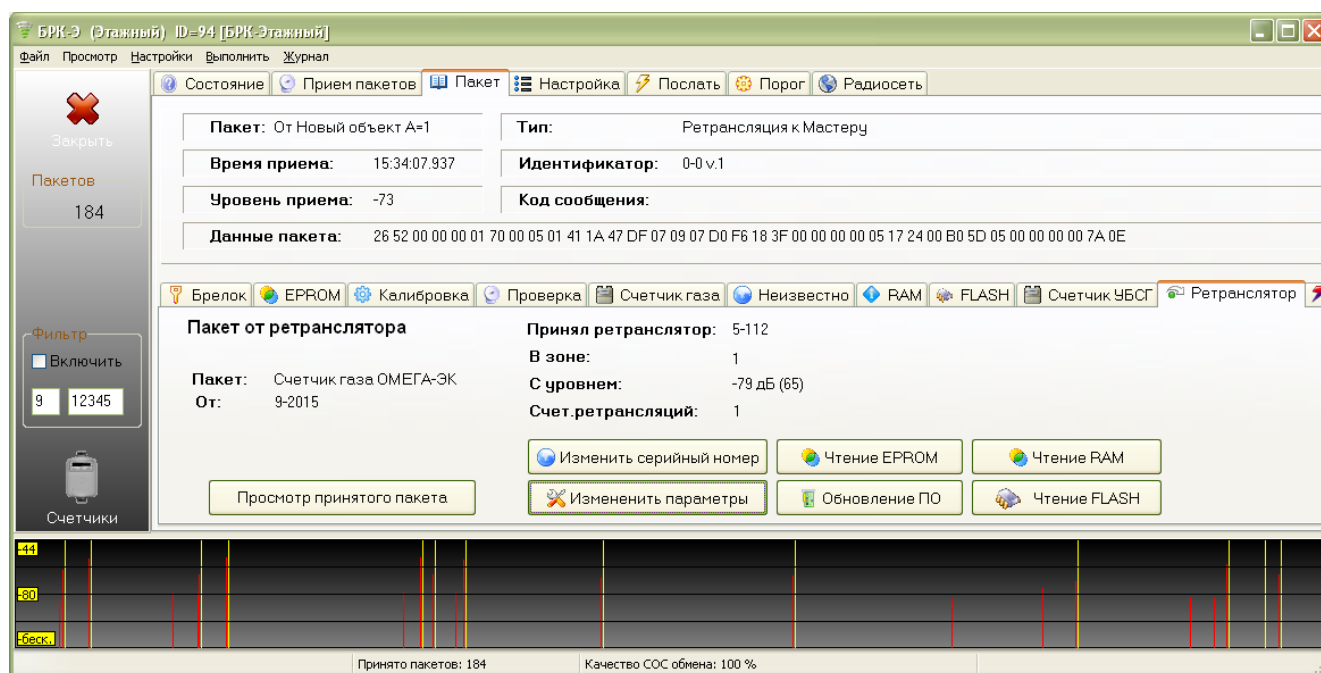

Рисунок 29 - Просмотр информации радиопакета ретранслятора
2) Выбрать радиопакет (отобразиться темным фоном) настраиваемого ретранслятора и перейти на вкладку «Пакет» (рисунок 29).
На вкладке «Радиосеть» навести указатель «мышки» на ретранслятор, у которого требуется сменить заводской номер, нажать на правую кнопку «мышки» и в контекстном меню выбрать команду «Изменить серийный номер» или на вкладке «Ретранслятор» пакета (рисунок 29).
На вкладке «Радиосеть» навести указатель «мышки» на ретранслятор, у которого требуется сменить заводской номер, нажать на правую кнопку «мышки» и в контекстном меню выбрать команду «Обновление ПО» или на вкладке «Ретранслятор» пакета (рисунок 29).